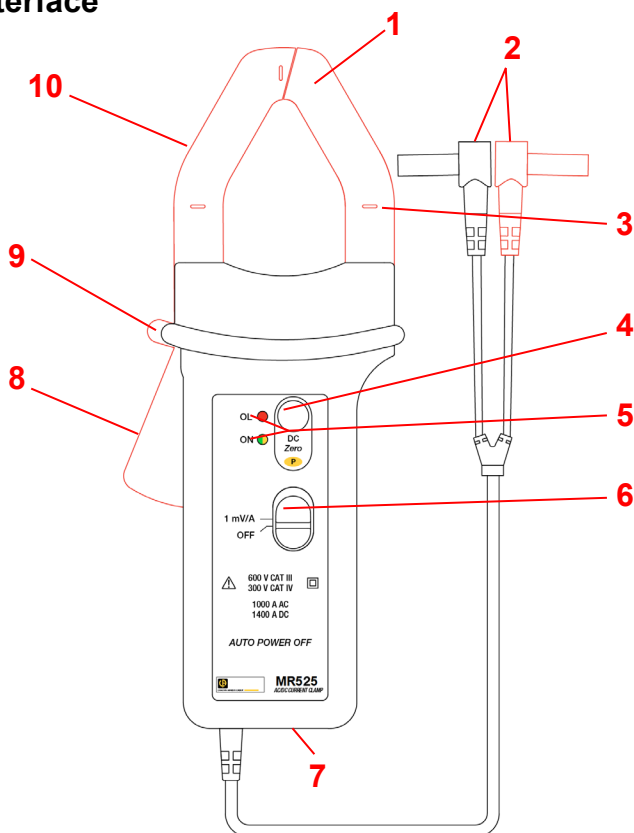

Figure 1 (MR525 montré)
2. Serrer les mâchoires autour du conducteur à mesurer. Utilisez les marques de centrage sur les mâchoires pour positionner la pince autour du conducteur. Si la mesure doit être utilisée dans un calcul de puissance, assurez-vous que la flèche sur les mâchoires de la pince (voir Figure 1) pointe dans la direction du courant: source \Rightarrow charge.